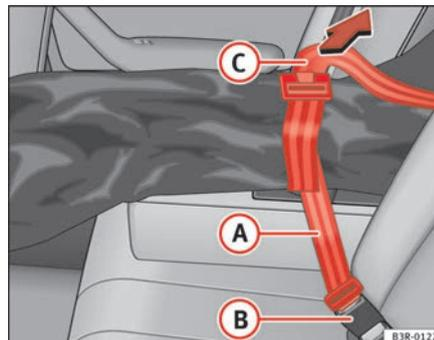

Fig. 121 Modo de prender o saco para objectos longos no fecho do cinto de segurança central do banco traseiro ▶
- Introduza o cinto  ⇒ página 148, fig. 121 do saco no fecho do cinto central .